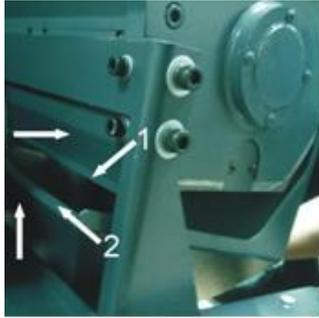
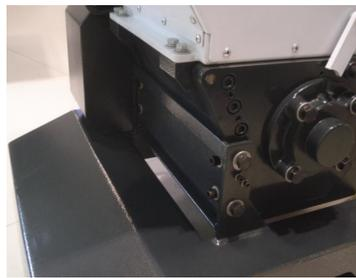

图 3-27：集料盒的安装示意图二
图 3-28：集料盒的安装示意图三
- 2) 集料盒按图 3-27 箭头先往上移动，再往回拉，使 2（集料盒折边）挂在 1（集料盒挂板折边）上。
- 3) 集料盒按图 3-27 安装后的状态，见图 3-28。